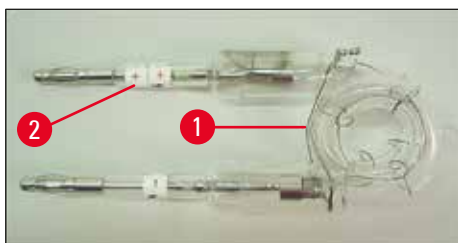
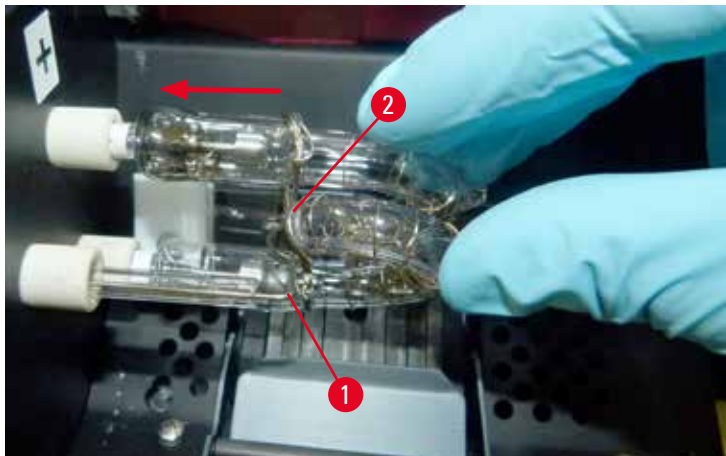

Fig. 21
Fig. 23
2. Sätt in den nya blytlampan (→ "Fig. 21") i lamphållaren (→ "Fig. 20-3"); och tryck sedan försiktigt in den så långt det går (→ "Fig. 23") (det ska inte gå att se polaritetsmärkningen (+) längre). Om det behövs kan du försiktigt föra blytlampan upp och ner.